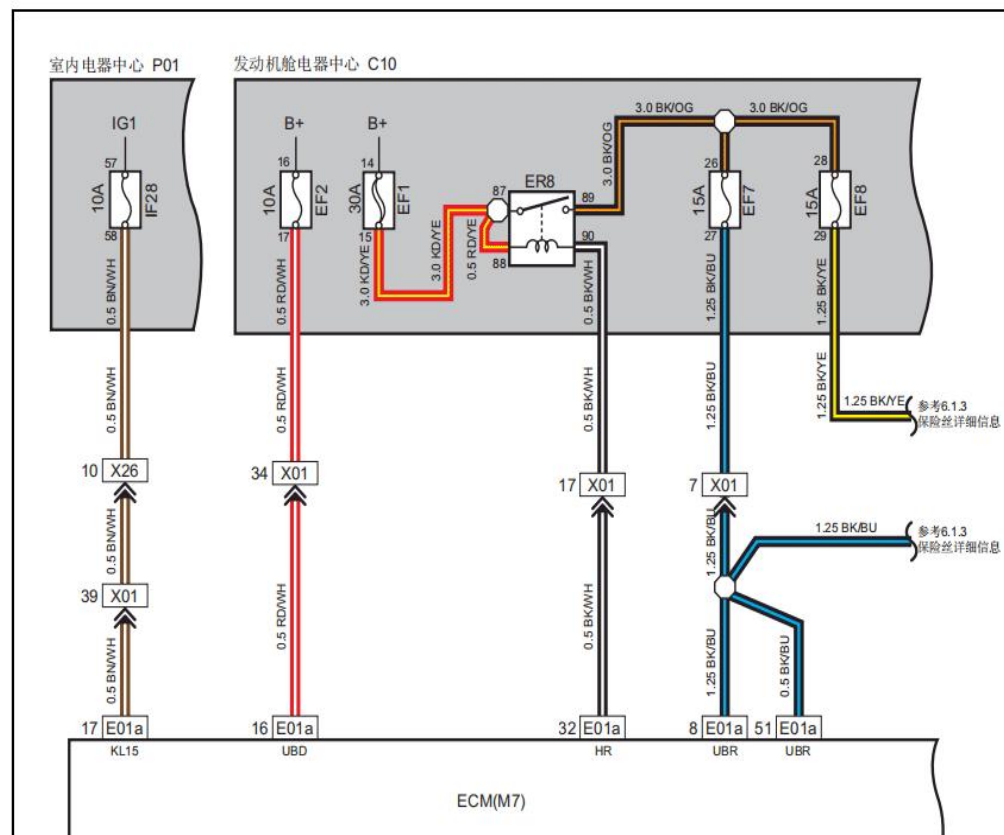

图1-3查询ECM电路图
(4) 查询电路图ECM的16号、17号端子的作用。如图1-3所示。
(5) 查询电子控制系统发现17号端子由IG1供电、16号端子由B+供电。由于ECM没有供电导致车辆无法启动。